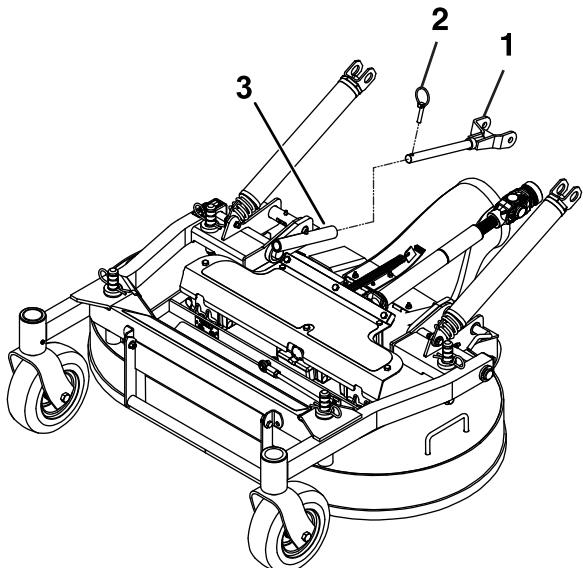

Figura 70
6. Retire los pasadores de seguridad de los extremos delanteros de los brazos de empuje en cada lado de la máquina (Figura 70).
7. Retire los pasadores de seguridad de los extremos delanteros de los brazos de empuje en cada lado de la máquina (Figura 70).
6. Sujete los brazos de empuje con los pasadores de seguridad en el lado derecho e izquierdo de la máquina (Figura 70).